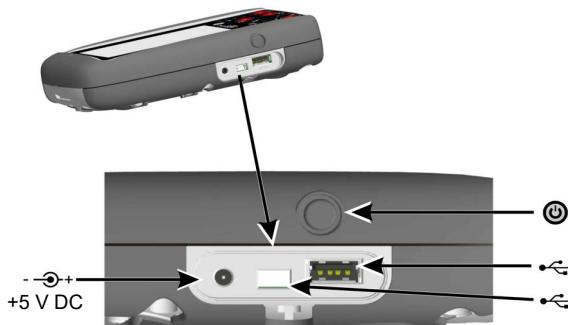

Abbildung 2: Seitenansicht
- Schließen Sie das Gleichstrom-Netzteil/Akku-Ladegerät an den +5 V_{DC}-Anschluss an der Seite des Geräts an (siehe Abbildung 2, Seitenansicht).
- Der Akku kann auch über die USB-Anschlüsse geladen werden (siehe Abbildung 2, Seitenansicht).
Drücken Sie bei ausgeschaltetem Gerät die Ein/Aus-Taste (siehe Abbildung 2, Seitenansicht), bis das Dashboard angezeigt wird.